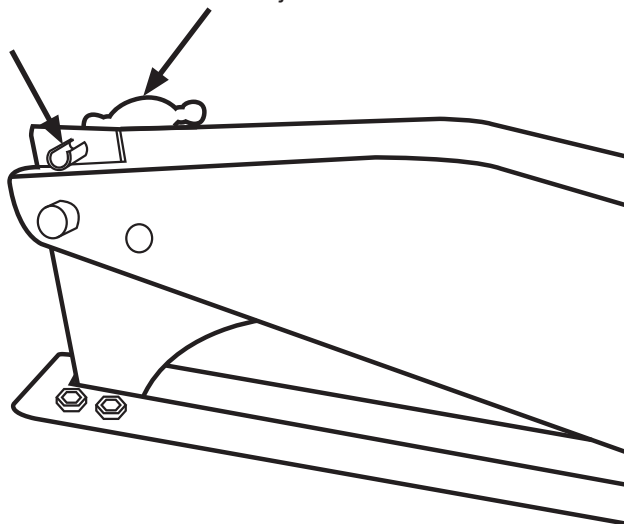

Imagen 6
A continuación, encaje el caparazón (8) insertando la ranura trasera por el separador (15). Asegúrese de que el caparazón (8) esté bien posicionado. El eje metálico que viene preinstalado debe situarse por encima del caparazón (8) y servirle de tope (ver imagen 6).